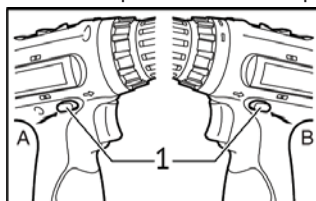

рис.4
- в среднем положении переключатель направления вращения (рис.4 поз.1) блокирует клавишу выключателя, исключая случайное включение дрели;